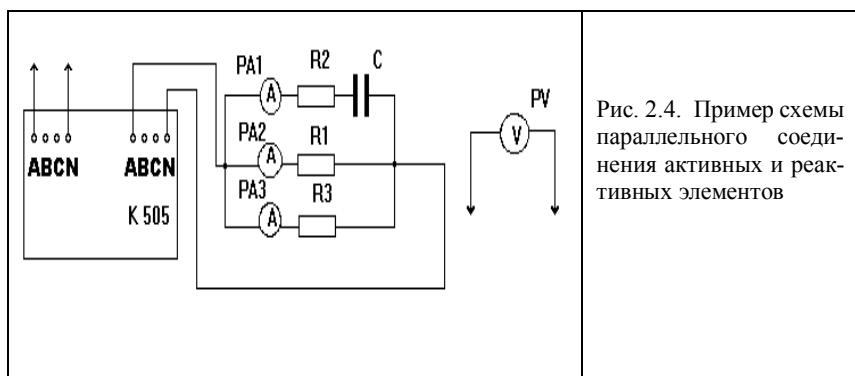
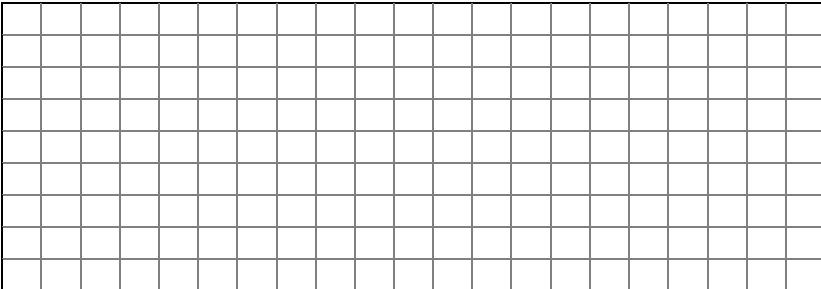

Рис. 2.4. Пример схемы параллельного соединения активных и реактивных элементов
Рис. 2.5. Схема параллельного соединения активных и реактивных элементов
6. По указанию преподавателя составить и изобразить в отчете (сетка для рис. 2.4) одну из схем электрической цепи или внести изменения в схеме, представленной в качестве примера на рис. 2.5: